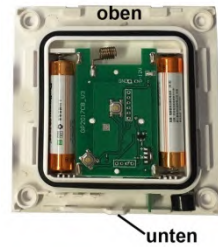

Abbildung 13
- Zum Schließen der inneren Abdeckung beachten Sie wo oben und unten ist (Abbildung 13).